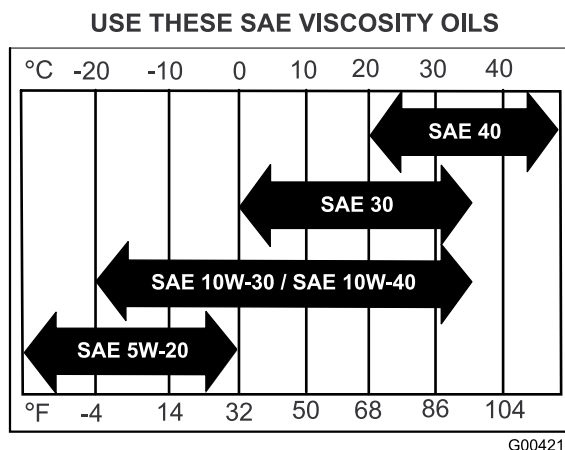

Figura 31
**Viscosità:** Vedere la tabella (Figura 31).